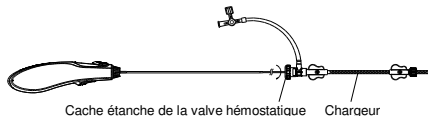

Figure 8. Illustration de la fixation dans le sens des aiguilles d'une montre du cache étanche de la valve hémostatique
- Tourner le cache étanche de la valve hémostatique jusqu'au degré approprié (cf. Figure 8) puis tirer et pousser de manière répétée pour vérifier que la tension est appropriée.